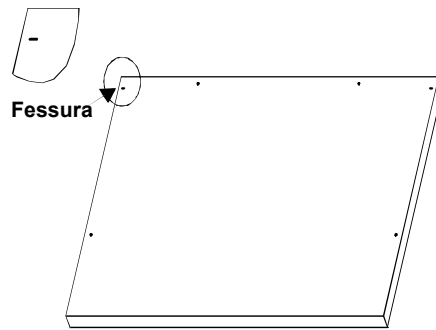

Figura 1. Pannello di base
3. Collocare il pannello di base (1) su una superficie piana e pulita. Vedere la Figura 1.